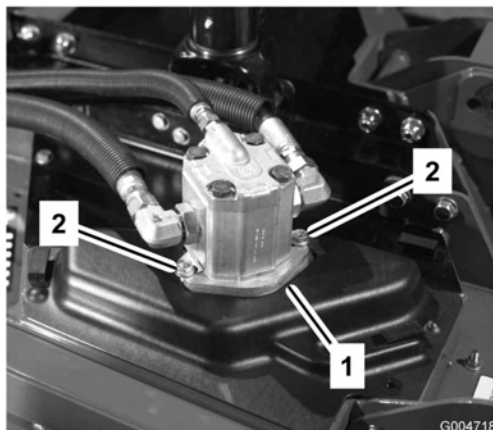

Figura 65
4. Retire los pernos que sujetan el motor hidráulico a la unidad de corte (Figura 65). Retire el motor de la unidad de corte y póngalo encima de la unidad de corte.